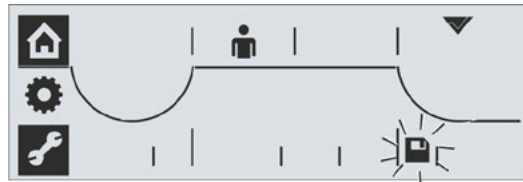

Fig. 9: Lagring af yderstillingen er aktiv
11. Vælg gem: Drej Drive Controller, indtil Gem-symbolet blinker, se fig. 9).